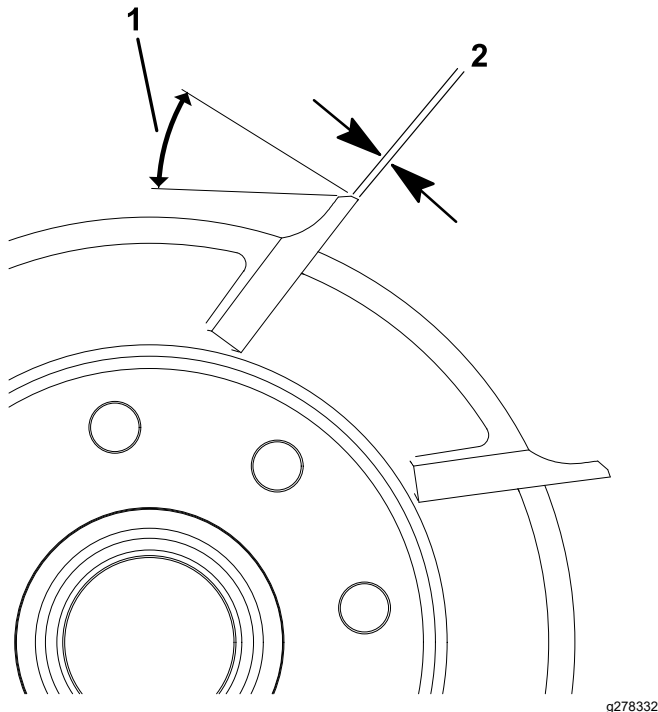

Bild 25
1. Tragen Sie einen Nachschliff von 30° auf alle Messerspindeln auf, bis die Kante 1,3 mm breit ist (Bild 25).